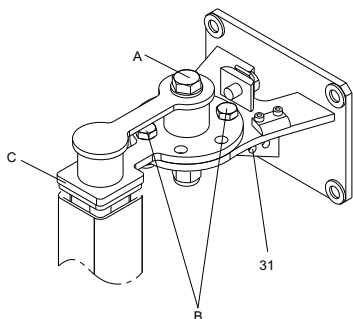

Рис. 19 Верхнее крепление
7. Подгоните стойку из профиля (поз. 2 на рис. 16 и 17) по длине, обрезав в соответствующий размер под изолятор (поз. С на рис. 19) на верхнем фиксаторе. Оптимальный зазор между буртиком изолятора и стойкой составляет 5 - 10 мм. См. рис. 19.
8. Снимите изолятор и поворотную металлическую деталь с кронштейна верхнего крепления, вывернув центральный винт (А) и два крепёжных винта (В). См. рис. 19.
10. Вставьте поворотную металлическую часть, которая теперь закреплена в верхней части стойки, в уже установленный кронштейн верхнего крепления. Затяните три винта (А и В на рис. 19) так сильно, насколько это необходимо. Можно регулировать угол с шагом 7,5 °.
17. С помощью скобы закрепите верхний конец страховочного троса в отверстиях (31 на рис. 19) кронштейна верхнего крепления. На другом конце страховочного троса имеется скоба, через которую должен проходить подъёмный трос.